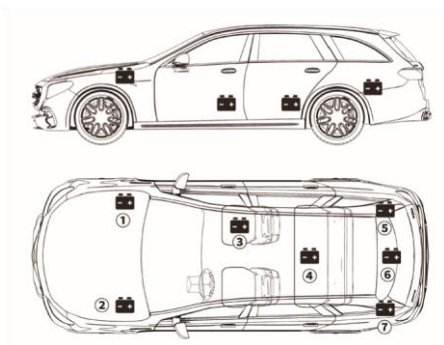

Figure 3.1.1
- 1) La plupart des modèles de véhicules placent la batterie dans le compartiment moteur, sous le capot, dans l'un des coins avant. Voir l'emplacement de la batterie ① et ② dans la figure 3.1.1.
- 2) Pour équilibrer la répartition inégale du poids, certains constructeurs placent la batterie dans le coffre. Voir l'emplacement de la batterie ⑤ , ⑥ , et ⑦ dans la figure 3.1.1. Dans ce cas, la batterie peut avoir un couvercle en plastique qui doit être retiré avant tout essai.
- 3) Pour certains modèles, la batterie peut être rangée sous le siège arrière. Voir l'emplacement de la batterie ④ dans la figure 3.1.1.
- 4) Pour d'autres véhicules, la batterie sera située sous le siège du passager. Voir l'emplacement de la batterie ③ dans la figure 3.1.1.